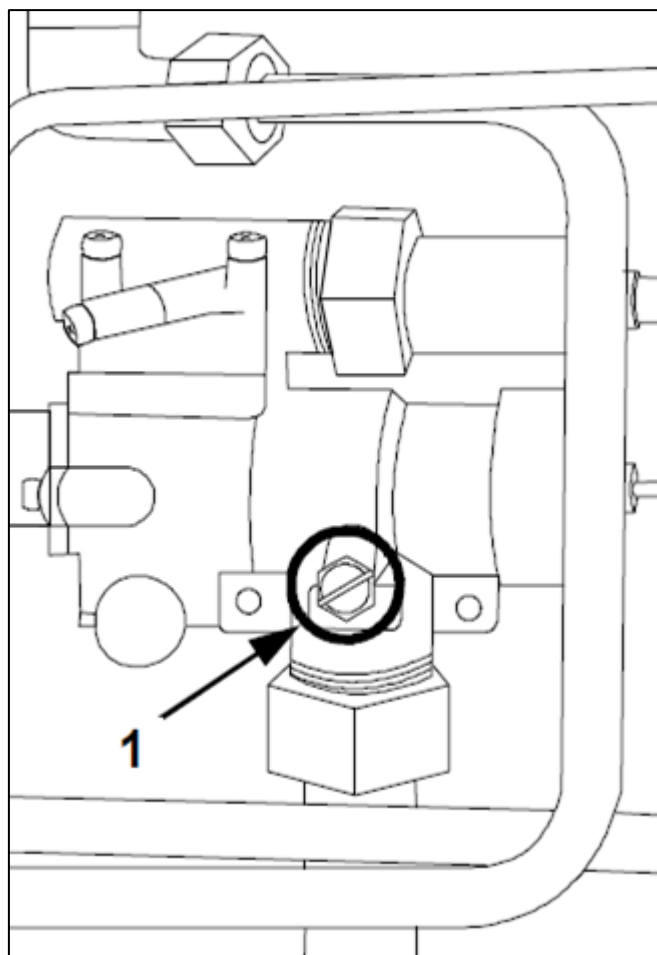

FIG.7
- 2) Togliere la vite di tenuta della valvola di sicurezza (rubinetto generale) (FIG.7-Rif.1);
- 7) Riavvitare la vite di tenuta della presa di pressione di alimentazione (FIG.7- Rif.1);